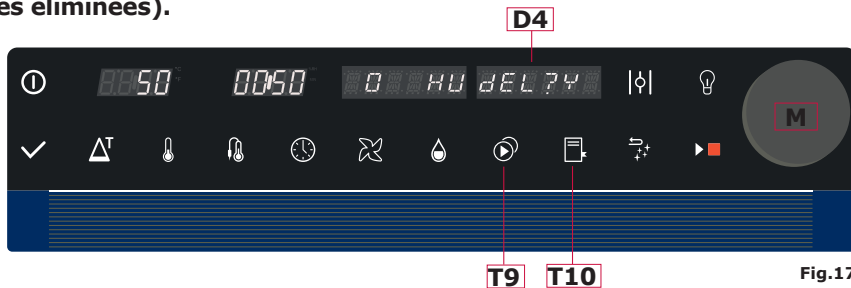

Fig.17
Pour sauvegarder les modifications apportées, maintenir le bouton **T10** (Fig.17) enfoncé pendant 3 secondes.
3. Maintenir le bouton **T9 (Fig.17)** enfoncé.
4. L'écran **D4 (Fig.17)** montrera : **DEL? N**